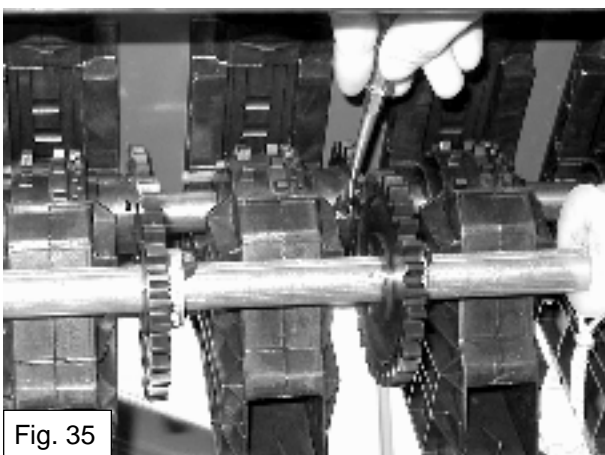

Fig. 35
- Demonteer de twee tandwielhelften van het zaaiwiel (fig. 35).
- Monteer daarna de andere helft en schroef ze met de twee schroeven samen (fig. 35).